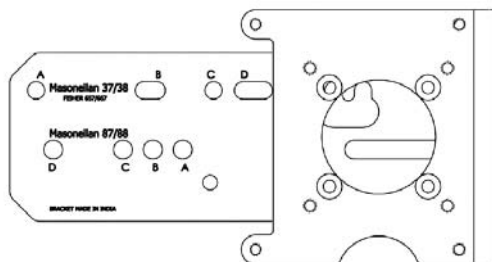

Рисунок 7 Монтажный кронштейн двустороннего клапана
2. Закрепите монтажный кронштейн возвратно-поступательного действия SVI II ESD на приводе с помощью двух (2) крепежных винтов 5/16-18 UNC. Установочное положение кронштейна зависит от размера и хода привода. См. Рисунок 7 и табл. 3 на стр. 35.
11. Отрегулируйте положение стяжной муфты так, чтобы отверстие в рычаге SVI II ESD совместилось с контрольным отверстием в кронштейне. Затяните обе контргайки стяжной муфты. См. Рисунок 7.